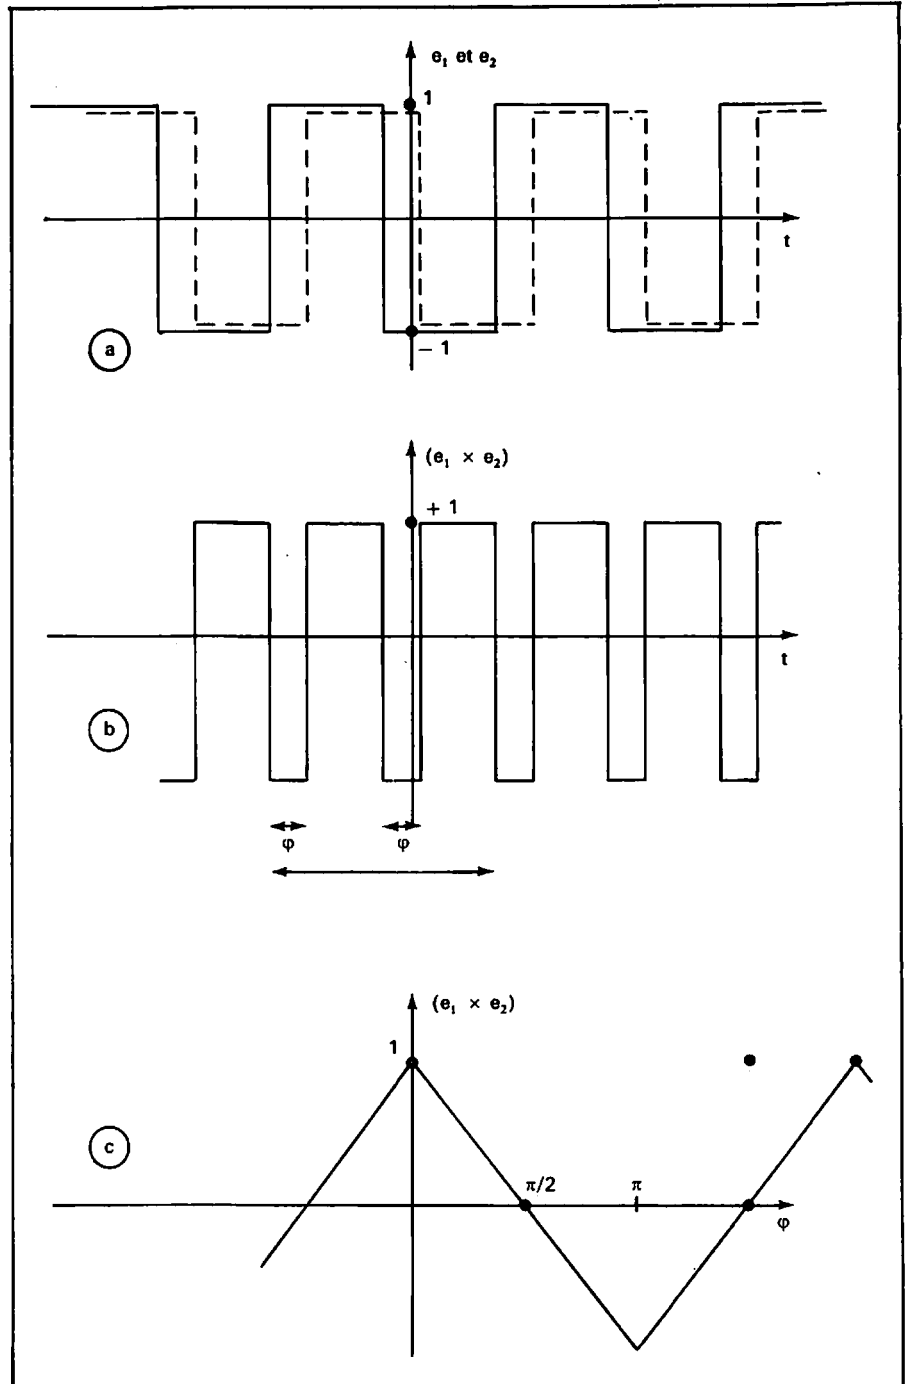

FIGURE 1
* Considérons d'abord le cas où ces signaux (de rapport cyclique 1/2) n'ont pas de composantes continues (figure 1). Leur amplitude est prise égale à 1 (a). Leur produit est un signal également rectangulaire, de rapport cyclique variable (figure 1b). Il est aisé de voir que c'est justement le fait que ce rapport cyclique soit différent de 1/2 en général qui fait naître une composante continue non nulle. C'est celle-ci qui agit sur le VCO.